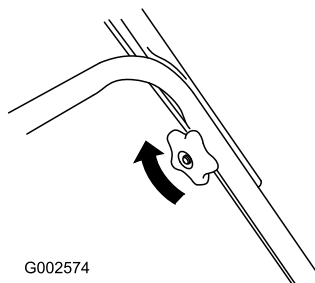

Bild 4
2. Ziehen Sie die Griffhandräder fest (Bild 4).